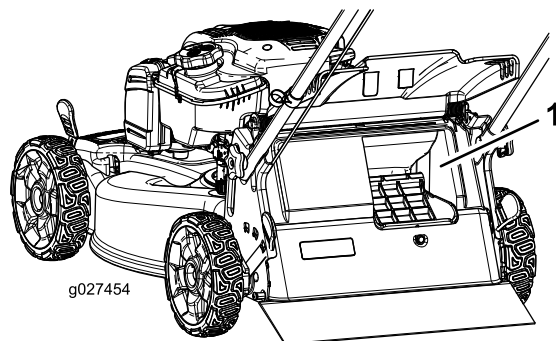

Figure 19
**Important:** Pour que le ramassage s'effectue correctement, enlevez les déchets d'herbe et autres qui se trouvent sur le volet de ramassage sur demande et l'ouverture (Figure 19) avant de changer la position du levier de ramassage sur demande.